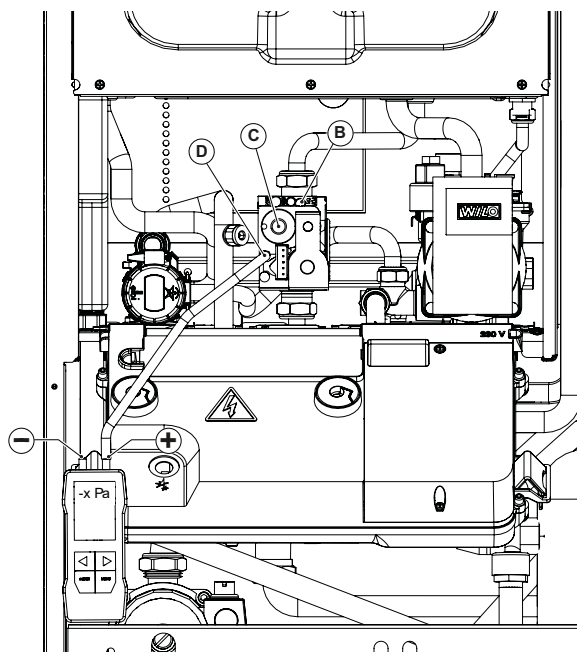

Abb. 35 Regulierung des Drucks des Offsets
- Öffnen Sie die Schraube des Druckanschlusses des Offsets **D** und schließen Sie ihn an den positiven Eingang (*) des Differenzdruckmessgeräts an (siehe Abb. 35 Regulierung des Drucks des Offsets).